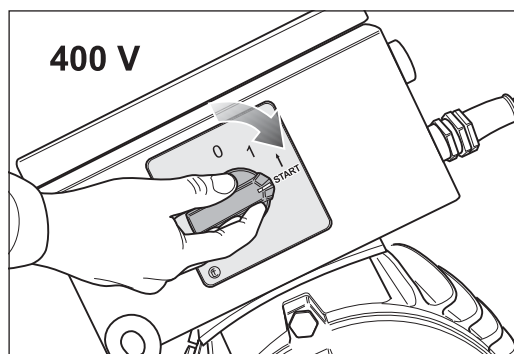
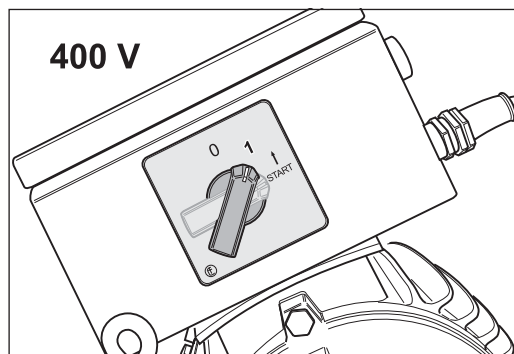

Abb. 15 Zum Einschalten den Schalterknopf am Motor auf die Position -START- drehen.
Abb. 16 Nach Anlauf des Motors den Schalterknopf loslassen. Er nimmt automatisch die Position -1- ein.
- 2 Drehen Sie zum Einschalten der Maschine den Schalterknopf am Motor auf die Position -START- (Abb. 15) und lassen Sie nach Anlauf des Motors den Schalterknopf los. Er nimmt automatisch die Position -1- ein (Abb. 16).